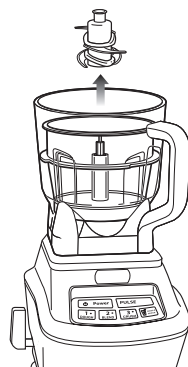

Fig. 7
- 11 Retirez la lame du mini-bol de préparation en tenant soigneusement l'arbre de la lame. (Fig. 7)